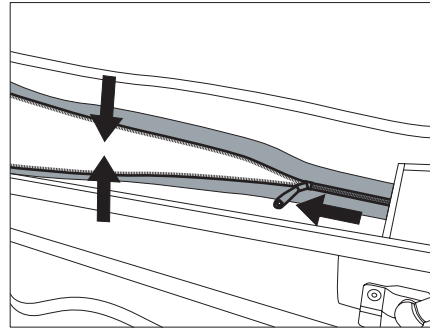

Bild 39 Reißverschluss entlasten
- ▶ Beim Schließen des Reißverschlusses Aufstelldach nach unten ziehen, damit der Reißverschluss nicht unter Spannung steht (Bild 39).
- ▶ Aufstelldach etwas nach unten ziehen und Reißverschluss schließen (Bild 39).